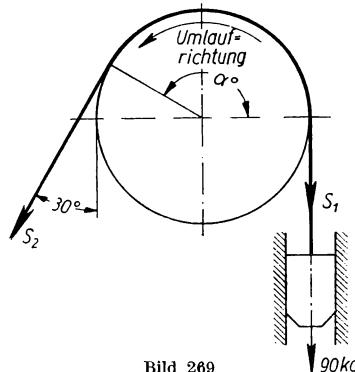

Bild 269
- 411.** Der 90 kg schwere Bär eines Riemen-Fallhammers hängt an einem Lederriemen, der eine dauernd umlaufende Scheibe nach Bild 269 umschlingt. Mit welcher Kraft muß ein Arbeiter an dem unter 30° gegen die Lotrechte geneigten freien Riemenende ziehen, damit der Bär gleichförmig gehoben wird? Die Reibungszahl für Leder auf Eisen ist 0,28.